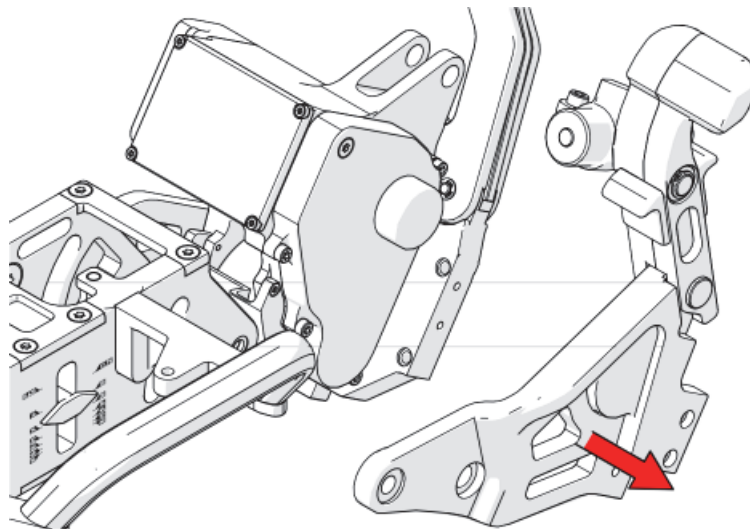

Figura 2-30 Retire el brazo del transportador de motor
10. Retire el brazo del transportador de motor y la empuñadura de enganche de motor acoplada (ver Figura 2-30 en la página 109).